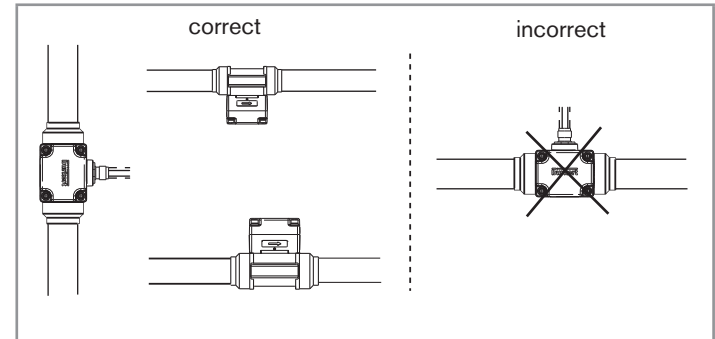

Fig. 5 : Axe de l'ailette horizontal
- Installer l'appareil de sorte que l'axe de l'ailette soit horizontal (Fig. 5).